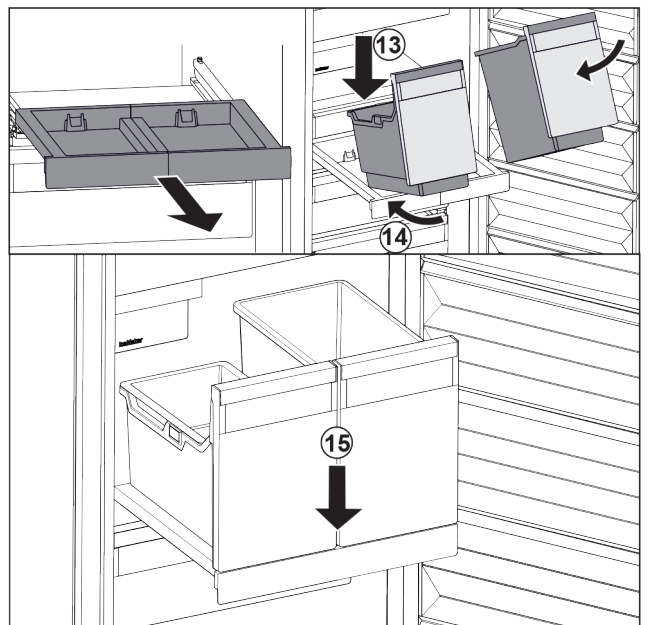

Fig. 39
- ▶ Наклоняя вниз, установите контейнеры на выдвижную панель. Fig. 39 (13)
- ▶ Вставьте контейнеры, наклоняя вниз, назад. Fig. 39 (14)
- ▶ Снимите контейнеры спереди. Fig. 39 (15)